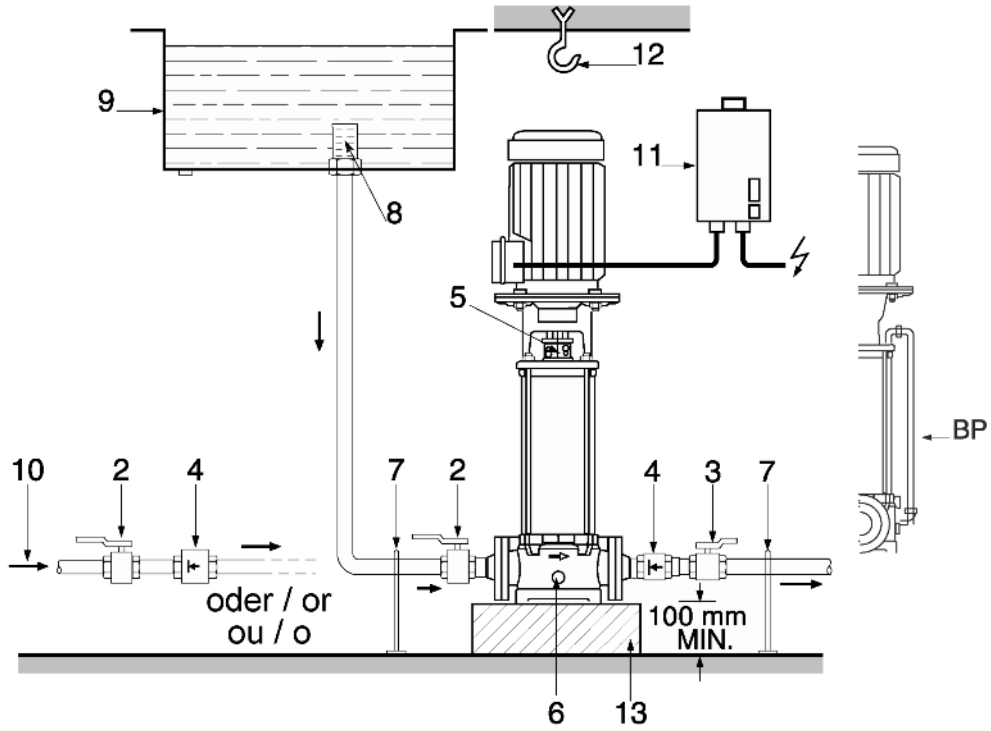

Fig. 3
Główne wymiary i wymiary podłączeń (tabela 2, patrz także rys. 3)
- Wymiary montażowe i wymiary podłączeń podane są w tabeli 2 p. 1.2.1 i na rys. 3.